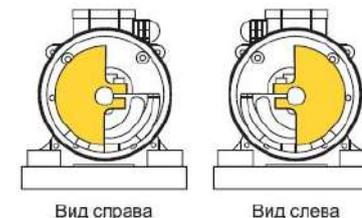

Рис. 15. Правильная установка дебалансов (эксцентриков)
4. Дебалансы должны быть установлены таким образом, чтобы они имели одинаковое направление вращения на обоих концах (Рис. 15).